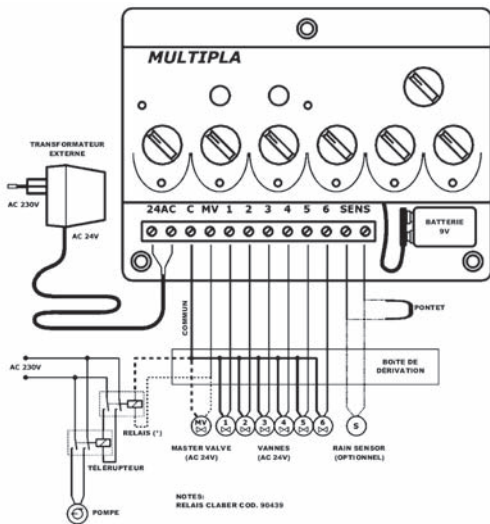

Figure 2 - Schéma de raccordement *MULTIPLA-AC*
Après avoir posé le tuyau de protection des câbles, de la boîte de dérivation vers les vannes et le capteur, poser les câbles en tenant compte du fait que les terminaux communs à toutes les vannes, y compris la Master Valve, doivent être reliés à la boîte de dérivation; *MULTIPLA-AC* sera reliée à un seul câble commun comme indiqué fig. 2, outre les pôles restants des vannes, au câble du transformateur externe, et aux câbles du Rain Sensor.
- Effectuer les branchements suivants, indiqués Figure 2 en installant et en vissant au bornier les terminaux dénudés sur 5 mm :
- La pompe éventuelle doit être reliée par relais à une bobine 24VAC - 150÷200mA, type CLABER COD. 90439, qui actionnera un télérupteur avec bobine à 230VAC, comme indiqué fig. 2.